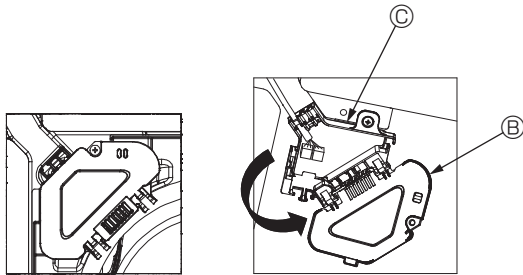

Fig. 7-5
- ③ Verwijder de schroef waarmee de kap van de schakeldoos vastzit en open de kap. (Fig. 7-5)
- ④ Plaats de connector van de verbindingbedrading in de schakeldoos.
- ⑤ Installeer de kap van de bedrading en de kap van de schakeldoos.